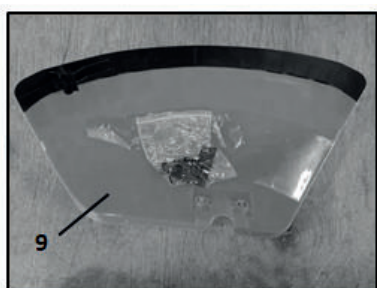

Рис.5
Рис.5а
Рис.5б
- Установите на защитный кожух (9) нож (12) для подрезки лески (Рис.5,5а,5б).
- Закрепите нож (12) на защитном кожухе (9) двумя винтами (13) из комплекта поставки.
Примечание: Перед началом работы демонтируйте защитный чехол (14) с ножа для подрезки триммерной лески (Рис.5а).